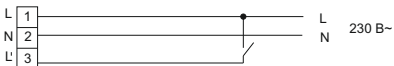

Рисунок 4
4.7 Непостоянный аварийный режим работы (рисунок 4):
- фазный некоммутированный проводник сети – подключить к контактному зажиму (L);
- нейтральный проводник сети – подключить к зажиму (N).